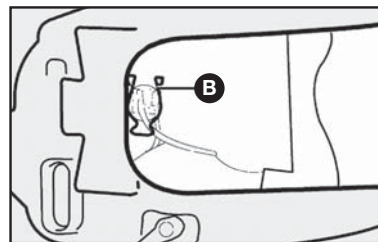

fig. 17
3) retirar o porta-lâmpada pressionando as presilhas B-fig. 17 abrindo-as lateralmente.